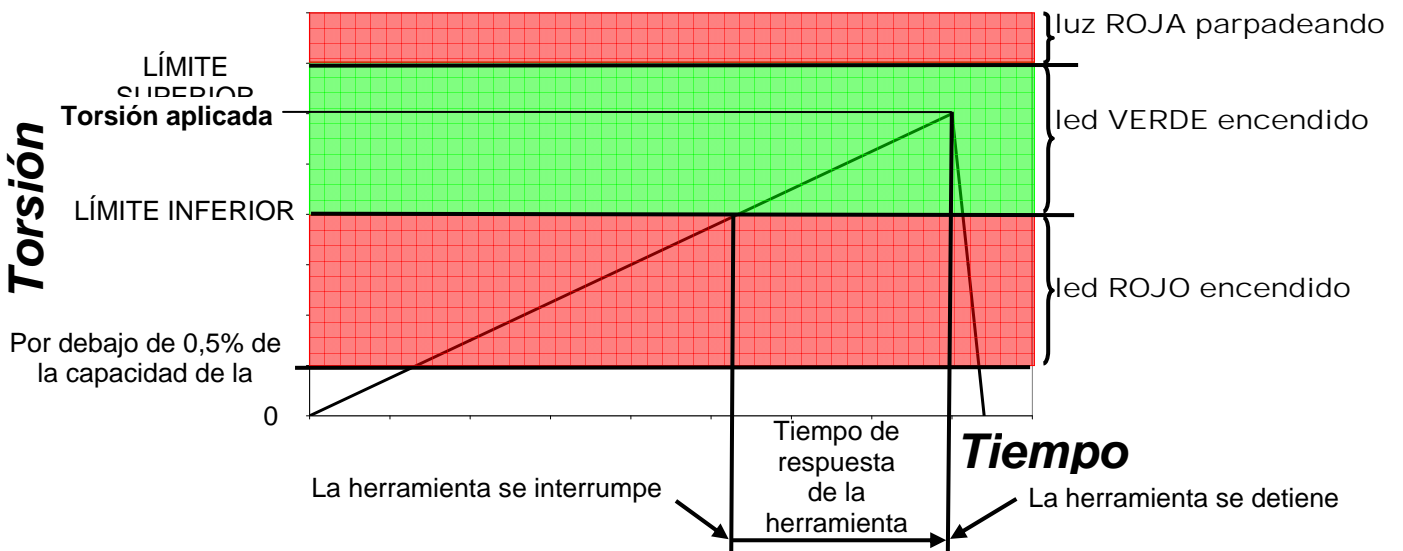

Ilustración 10 - Aplicación de torsión típica.
7.6 La ilustración 10 muestra una aplicación de torsión típica. La herramienta se “interrumpirá” al alcanzar la torsión establecida como límite inferior. Tras la interrupción, la herramienta necesitará un breve lapso de tiempo para apagarse (el “tiempo de respuesta”) para detenerse finalmente en la “torsión aplicada”.
- 1.15 Para una aplicación de torsión típica, vea la Ilustración 10.